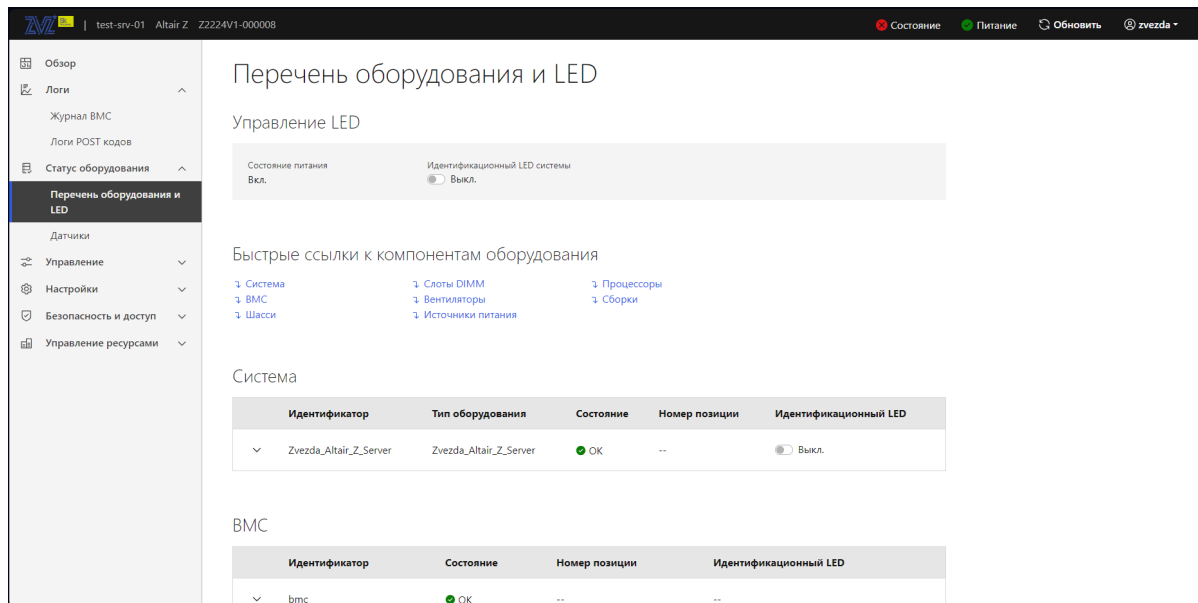

Рис. 89. Окно «Перечень оборудования и LED»
4) Пройдите во вкладку «Статус оборудования» → «Перечень оборудования и LED» в данной вкладке отображается перечень и статус оборудования. В поле «Управление LED» отображается состояние питания, переведите переключатель «Идентификационный LED системы» в активное положение для включения светодиода индикации сервера. В поле «Быстрые ссылки к компонентам оборудования» приведен список быстрых ссылок к компонентам сервера и их состоянию. В поле «Система» отображается тип оборудования и его состояние. В поле «BMC» отображается состояние BMC. Окно показано на рис. 89 Окно «Перечень оборудования и LED»